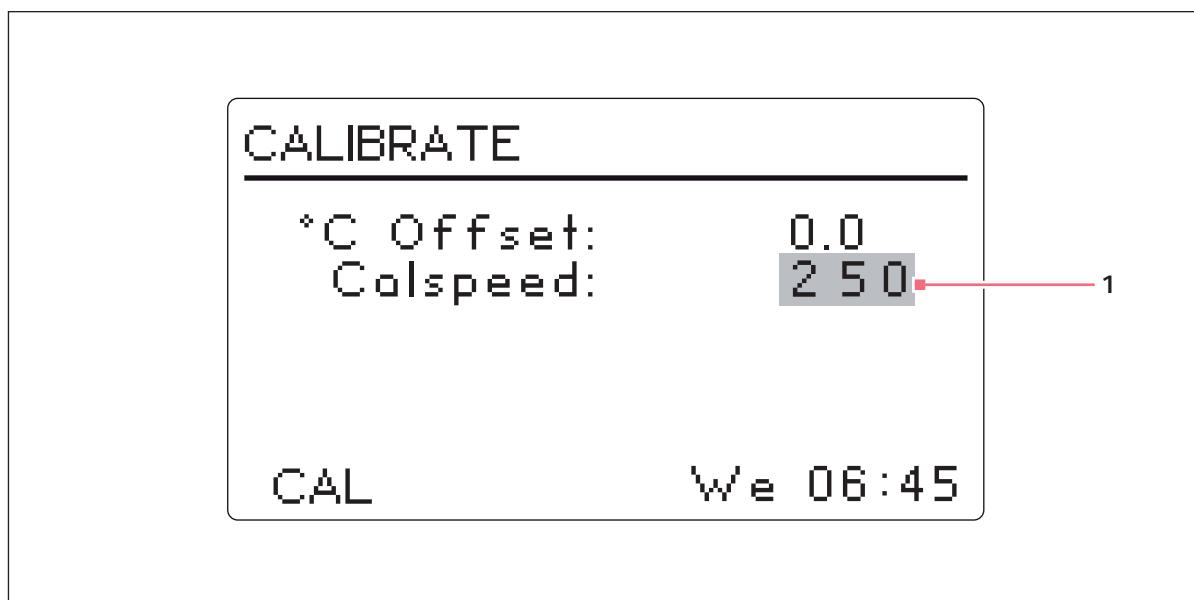

Fig. 5-16: Tela Calibrate
1. Utilize o botão de comando para acessar a tela **CAL** (aqui Fig. 5-16 na pág. 61).
A função Calspeed, que é configurada na tela **CAL** (aqui Fig. 5-16 na pág. 61), é utilizada para calibrar a velocidade do mecanismo de agitação. Calibrada na fábrica, a velocidade não necessita de ser recalibrada até à substituição de um componente de operação principal (por ex., correia de acionamento).